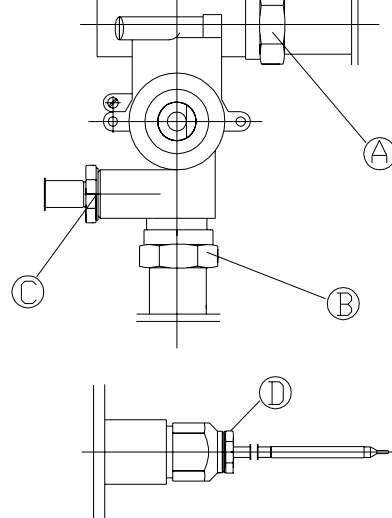

Fig. 11
- Lâcher les écrous A, B, C et D (figure 11).